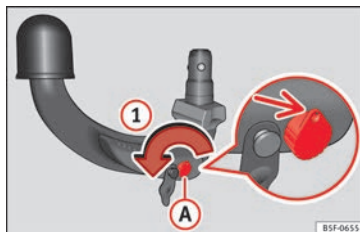

Fig. 221 Paso 1
- Gire la llave en el sentido de la flecha ① hasta que la parte agujereada de la llave llegue a su posición superior »» fig. 221.